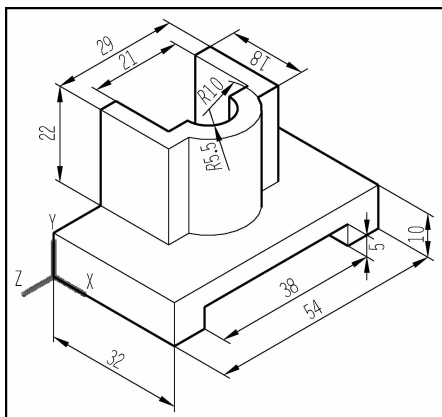

图 11-42 转动坐标进行标注
(4)转动坐标轴并将坐标移动到需要标注尺寸的平面上。单击“标注”工具栏中的“线性”按钮,标注图形中的部分尺寸,如图 11-42 所示。